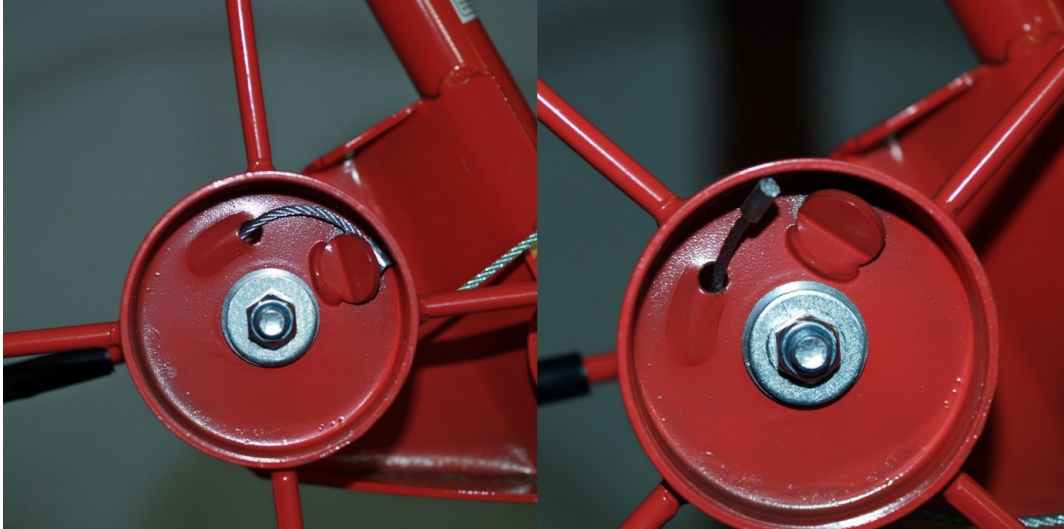

Figure 1
3. Retirez le câble de son blocage (Fig. 1).